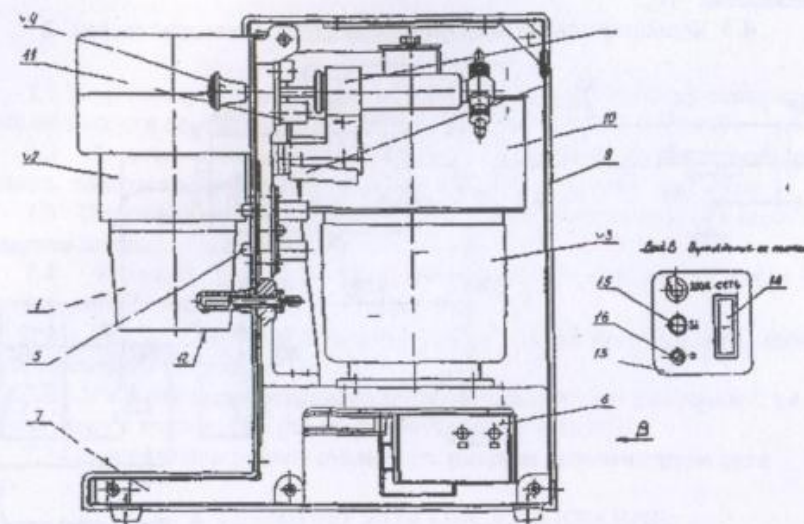

Рис. 1. Устройство тестомесилки
4.2 Устройство и конструкция тестомесилки изображены на рис. 1.